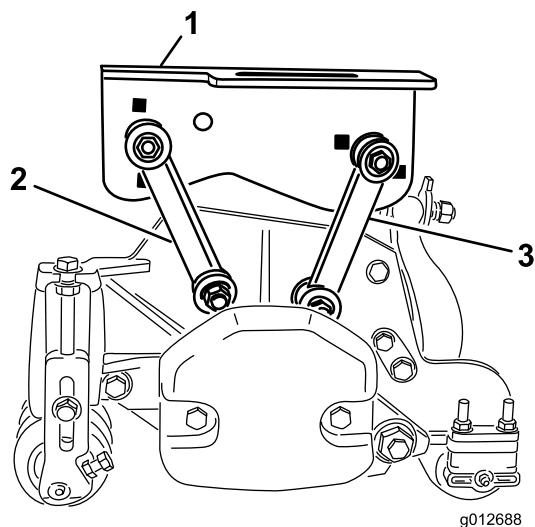

図 17
- 前取り付けリンクは、ボルト (3/8 x 2-1/4 inch)、平ワッシャ 2 枚、ロックナット 1 個を使い、図 17 のように中央のキャリア・フレームの穴に取り付ける。取り付ける時にリンクの各側にワッシャを入れる。4.3 kg.m にトルク締めする。
- 後取り付けリンクは、ボルト (3/8 x 2-1/4 inch)、平ワッシャ 2 枚、ロックナット 1 個を使い、図 17 のように中央のキャリア・フレームの穴に取り付ける。取り付ける時にリンクの各側にワッシャを入れる。4.3 kg.m にトルク締めする。